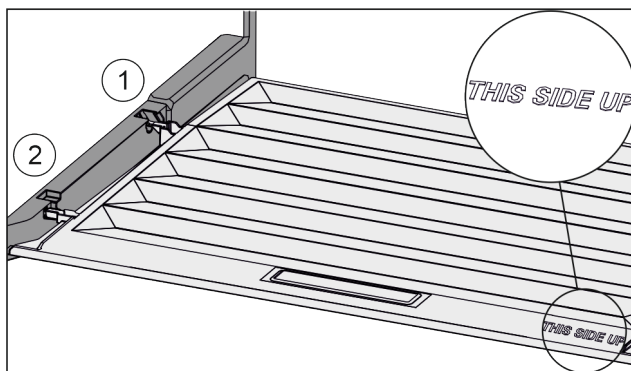

Fig. 99
- ▶ Výstupky víka zaveďte do zadních držáků Fig. 99 (1) a vpředu zaklesněte do držáku Fig. 99 (2).